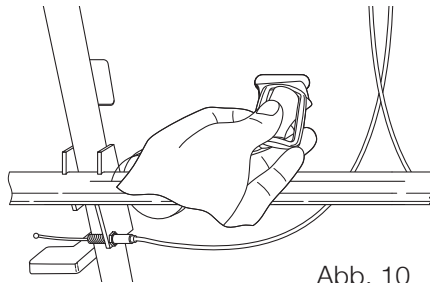

Abb. 10
2. Ziehen Sie dann die beiden Schrittgurte durch die Schlitz in der Sitzschale und im Sitzkissen, indem Sie die schwarzen Gurtendstücke so drehen, dass sie mit der kurzen Seite durch die Schlitz geführt werden können (Abb.10)